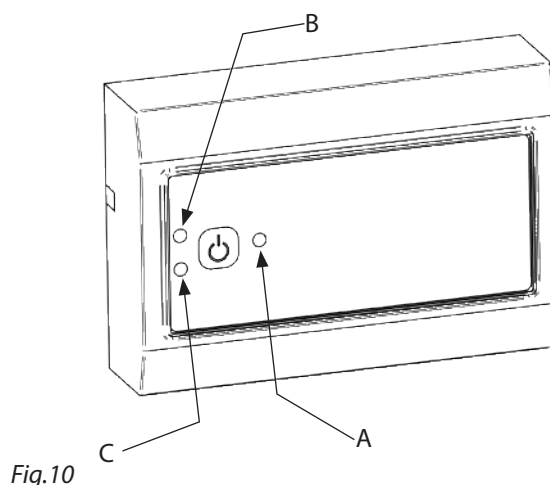

Fig.10
- Premere il tasto ON/OFF (fig. 10-A).
- Il LED di funzionamento (fig. 10-B) lampeggerà in VERDE fino al raggiungimento del corretto tiraggio del camino. Se lampeggia in GIALLO, la valvola di tiraggio deve essere aperta. Il LED di funzionamento diventerà VERDE e il focolare potrà essere acceso.
LED di funzionamento (Fig. 10-B)
LED di allarme (Fig. 10-C)
Se il LED di allarme (fig. 10-C) si attiva durante il funzionamento, premere il tasto ON/OFF due volte per arrestare la ventola e riavviare il controller. Se il LED di allarme rimane acceso dopo il reset, consultare la sezione "Risoluzione dei problemi".
Premere il tasto ON/OFF (fig. 10-A) per almeno quattro secondi per aumentare la velocità della ventola. Se il controller è spento, la velocità della ventola verrà reimpostata.